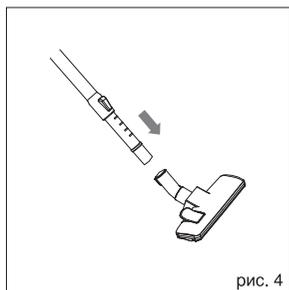

рис. 4
- Выберите необходимую насадку — либо щётку для пола/ковровых покрытий (16), либо комбинированную щётку (18) — и подсоедините насадку к телескопической удлинительной трубке (14) (рис. 4).